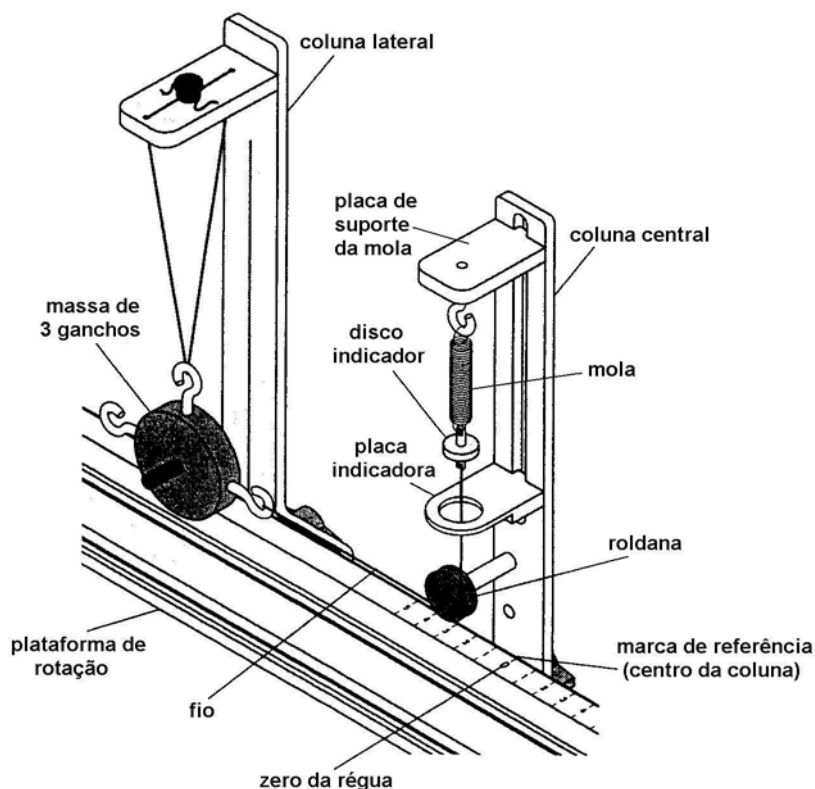

Figura 2
- 3.2.2. Monte, agora, do mesmo lado da calha e à esquerda da coluna central (figura 2), a coluna lateral. Escolha uma posição qualquer para esta coluna e fixe-a através do parafuso apropriado. Com o auxílio da régua da calha, meça a distância r entre esta posição e o zero da mesma escala, onde está localizada a coluna central. Registe cuidadosamente este valor. Ele corresponderá ao *raio da trajectória circular* do objecto, como se verá.